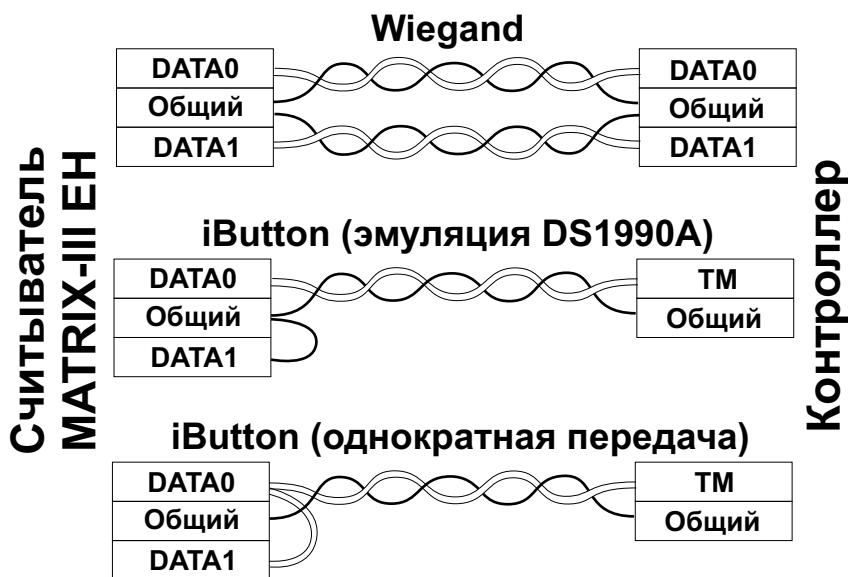

Рис.1 Выбор протокола передачи
- при подключении по Weigand-26 первая витая пара подключается между GND и DATA0, а вторая витая пара подключается между GND и DATA1. (рис.1)